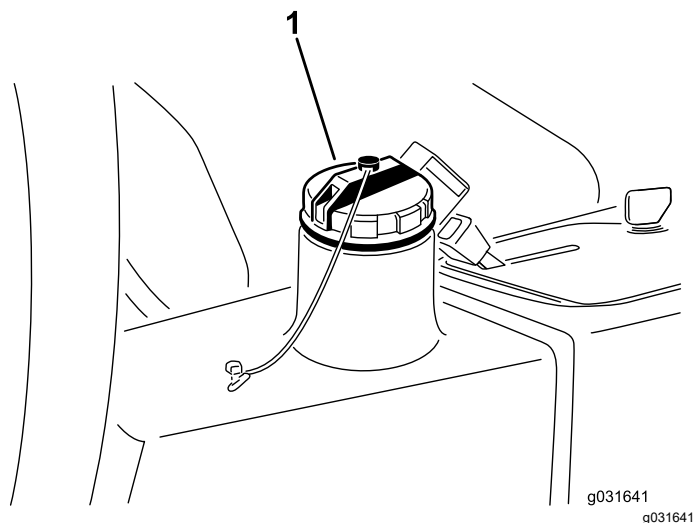

Figura 67
4. Llene el depósito (Figura 67) con aproximadamente 13,2 litros de fluido hidráulico; consulte Especificación del fluido hidráulico (página 60) y Comprobación del nivel de fluido hidráulico (página 60).